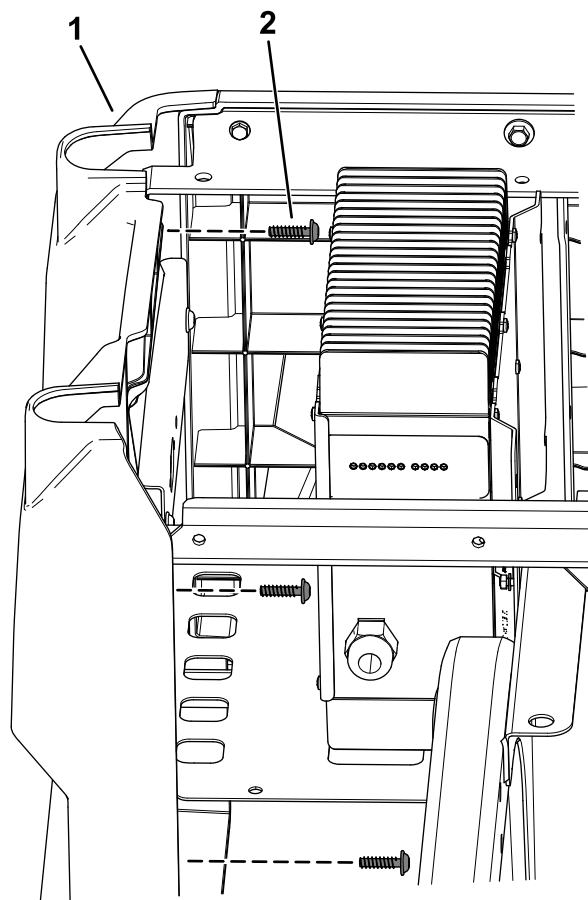

图7
3. 使用 T30 套筒扳手从左侧板上卸下 4 个梅花头螺丝 M6.0 x 22mm 然后取下左侧板 图7。